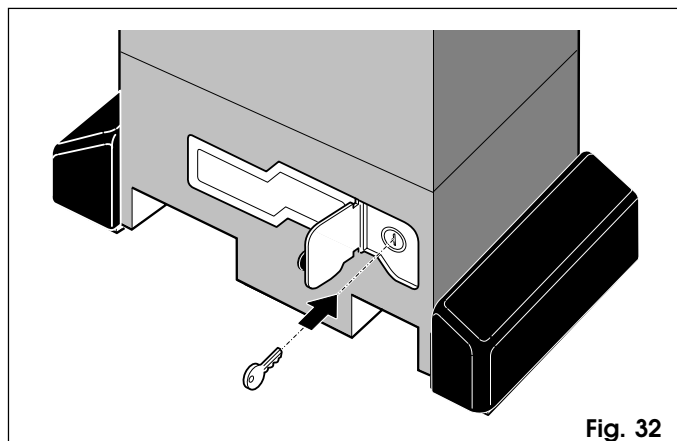

Fig. 32
- 1) Ouvrir la plaque de protection et introduire la clé fournie en standard dans la serrure (Fig. 32).